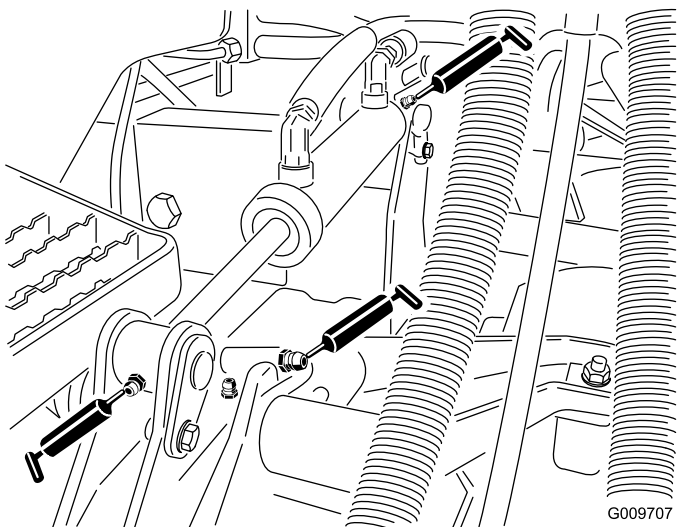

Bild 25
- Hubarmbüchsen (1 pro Mähwerk) (Bild 25)
- Hubzylinderbüchsen (2 pro Mähwerk) (Bild 25)